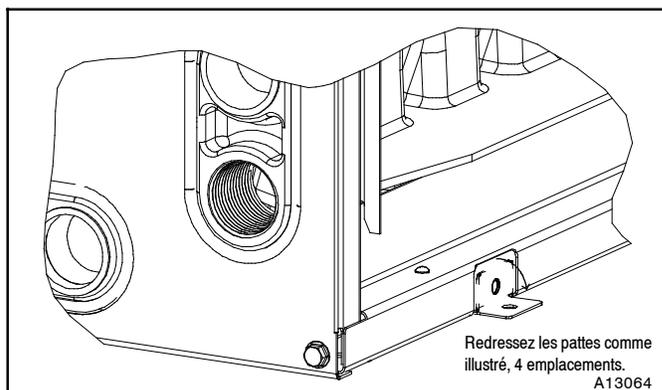

Figure 8 - Installation horizontale vers la gauche
1. Redressez les quatre pattes du côté droit du caisson. (Consultez la **Figure 8**.)